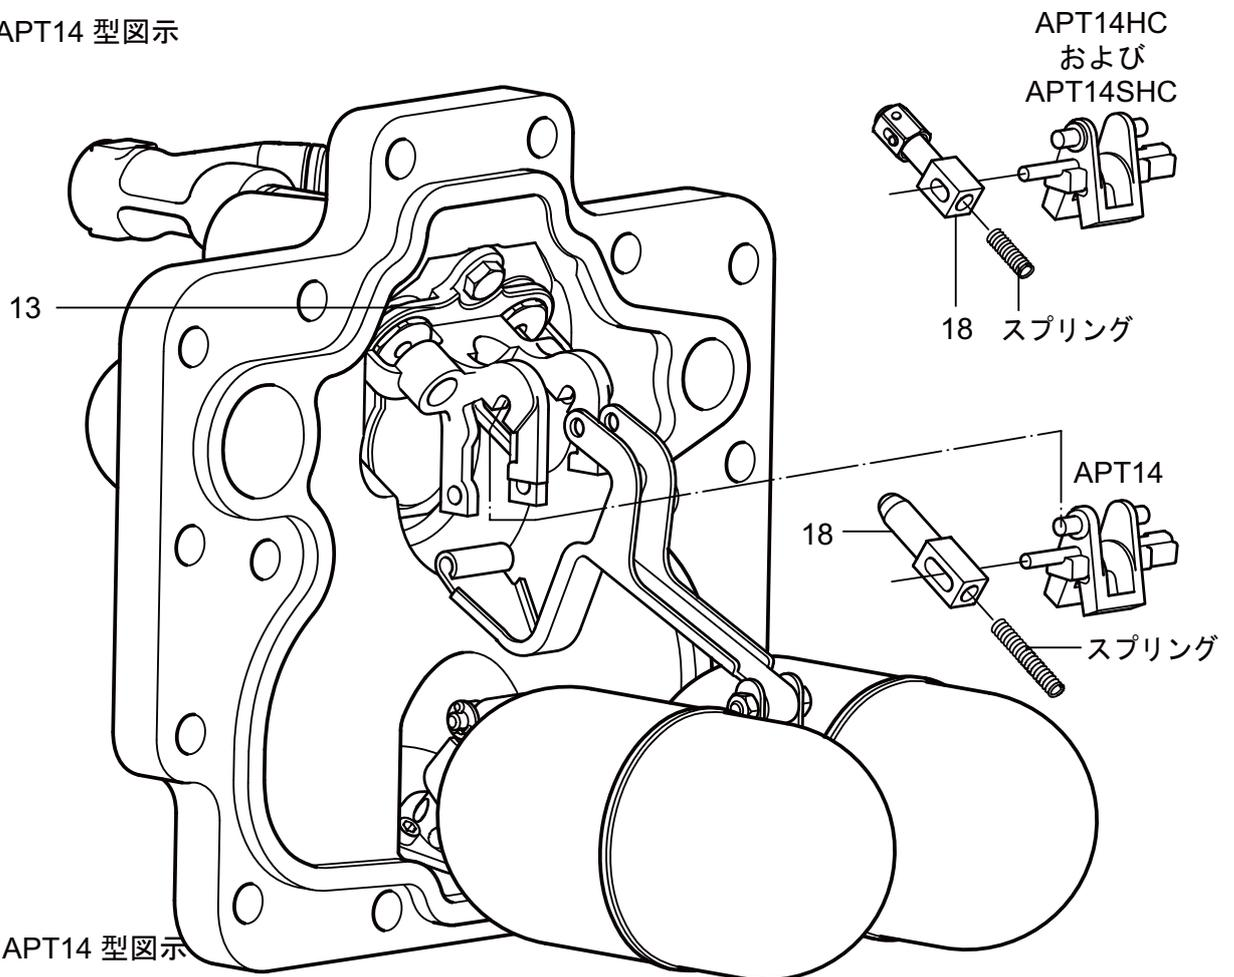

図 21. APT14 型図示
6. スロット内で自由に動く限界まで排気弁およびアクチュエーター・アームを下方に引っ張ります。ポンプ・ブラケット・ガイド(部品番号13)から自由にするために、内部スプリングに対抗して排気弁(部品番号18)を後ろにスライドさせる必要があるかもしれません(図21を参照)
10. アクチュエーター・アームがポンプ・ブラケット(部品番号13)のスロット内で正しい位置にあることを確認してください。(図21参照)